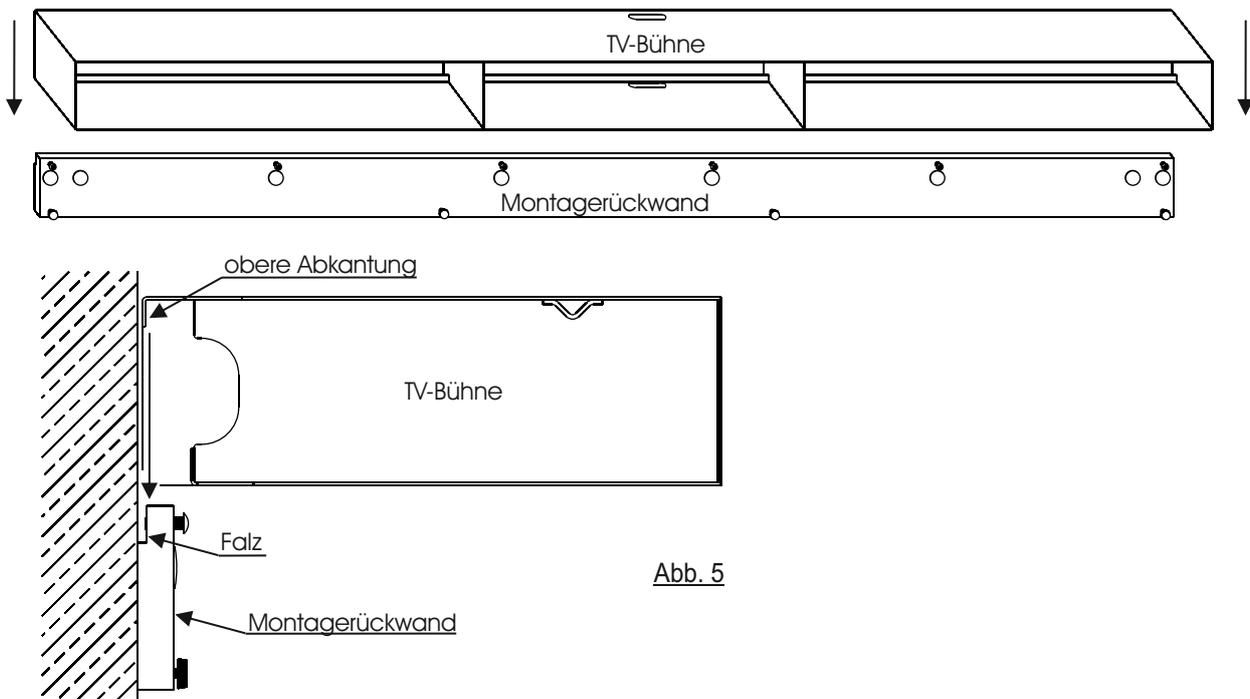

Abb. 5
8. Setzen Sie die TV-Bühne vorsichtig auf die Montagerrückwand. Die obere Kantung der Brücke wird hierbei in die obere Falz der Montagerrückwand hineingeführt. (Abb. 5)